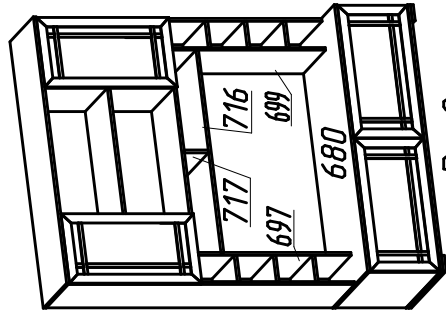

Рис.2
1. Шкаф МЦН можно собрать в 2-х исполнениях (рис.1, рис.2)